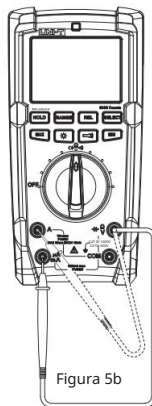

Figura 5b
- Funcția de măsurare a rezistenței poate fi aplicată pentru autoinspecția siguranței încorporate (vezi Figura 5b).